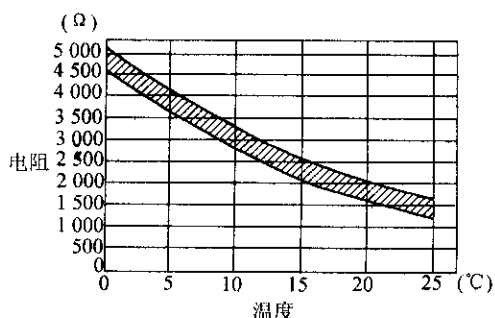

图 10-78 热敏电阻阻值图
①将热敏电阻放在冷水中，在水温变化时，测量连接器的电阻，同时用温度计测量水温。
②与图 10-78 中的 2 个读数进行对比。如阻值不符合规定，更换热敏电阻。